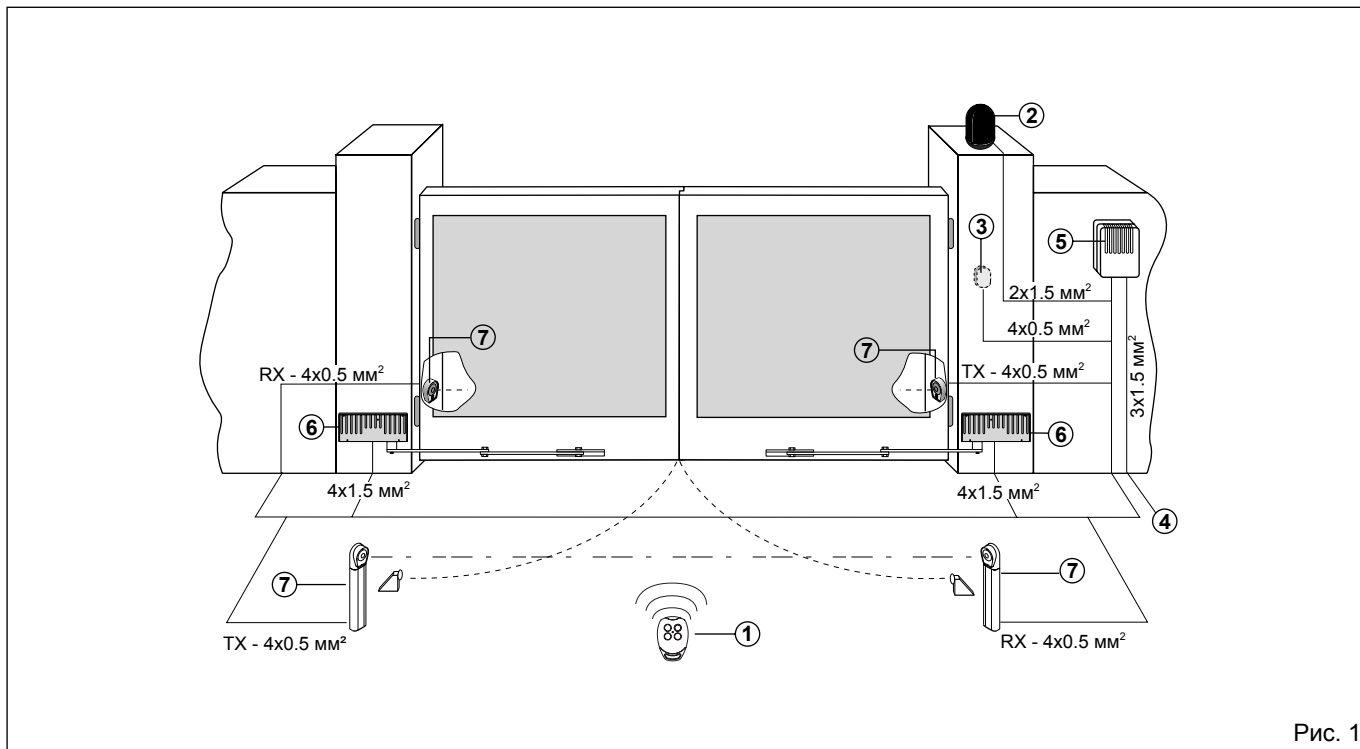

Рис. 1
2.1 Описание стандартной установки (Рис. 1)